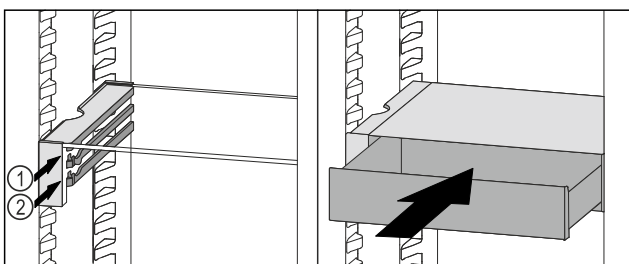

Fig. 114
- ▶ Установите выдвижной ящик VarioSafe за стопоры на требуемый выступ Fig. 114 (1) или Fig. 114 (2).